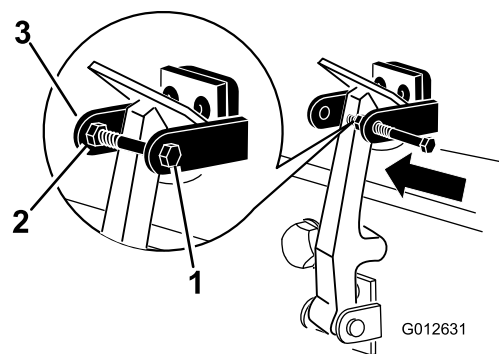

Figure 7
8. Vissez le boulon dans l'autre bras du support de loquet du capot pour bloquer le loquet en position (Figure 7). Serrez le boulon mais pas l'écrou.